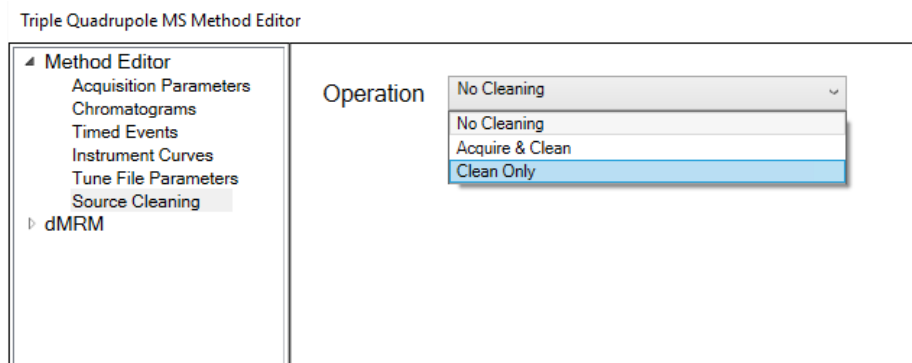

Figure 35. Panneau TQ MS Method Editor (Modification de la méthode du MS TQ), Source Cleaning (Nettoyage de la source)
- 3 Sélectionner un mode dans le menu déroulant **Operation** (Fonctionnement). (Voir **Figure 35.**)